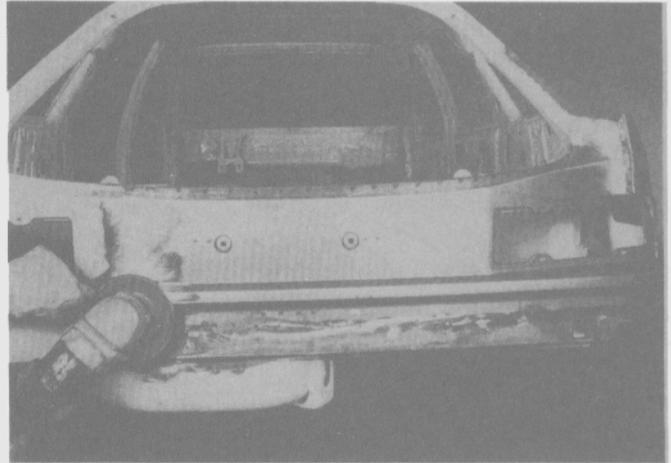

Fig. 291
- Pulir la zona soldada (Fig. 291).